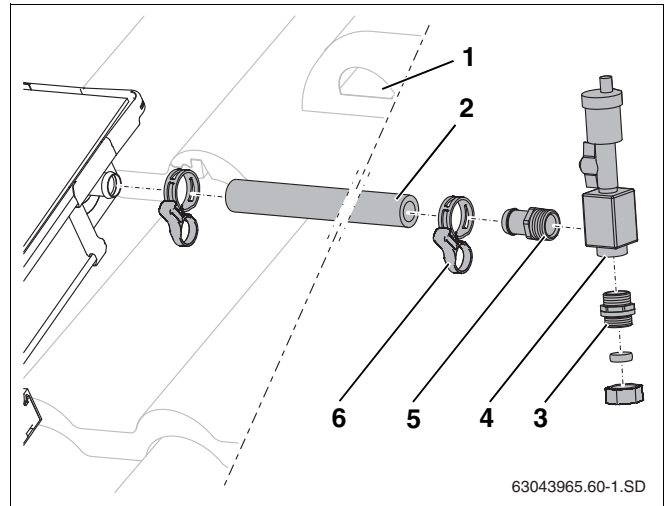

Рис. 54 Подключение шланга солнечного коллектора к штуцеру подающей линии
- ▶ Наденьте длинный шланг (1000 мм, рис. 54, поз. 2) на штуцер для подключения подающей линии и зажмите пружинным хомутом.
- ▶ Проведите шланг солнечного коллектора вместе с проводом датчика через черепицу с вентиляционным отверстием (рис. 54, поз. 1) и изоляцию кровли.
- ▶ Приверните наконечник R $\frac{3}{4}$ с кольцом (рис. 54, поз. 5) и двойной ниппель с кольцом (рис. 54, поз. 3) к воздухохоборнику (рис. 54, поз. 4).
- ▶ Вставить наконечник шланга до упора в шланг солнечного коллектора и закрепить пружинным хомутом (рис. 54, поз. 6).
- ▶ Подключите сборную линию к резьбовому соединению с зажимным кольцом (рис. 54, поз. 3).